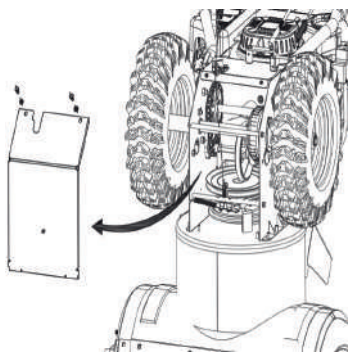

Рис. 30
2. Осторожно поверните снегоуборщик вверх и вперед так, чтобы он опирался на корпус шнека. Снимите крышку рамы с нижней стороны снегоуборщика, открутив четыре самореза, которыми она крепится. См. рисунок 30.